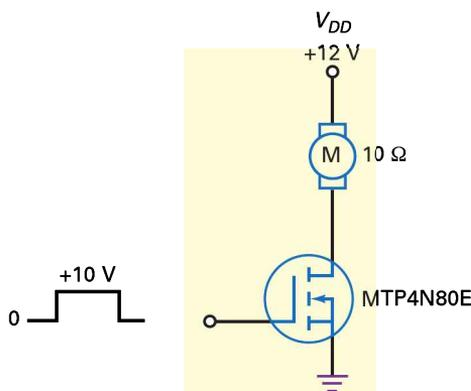

Figure 12.54
12.24 Que vaut le courant dans l'enroulement du moteur de la figure 12.54 quand la tension grille est basse ? quand elle est haute ?
12.25 L'enroulement du moteur de la figure 12.54 est remplacé par un autre ayant une résistance 6 Ω. Quel est le courant qui le traverse quand la tension grille est haute ?